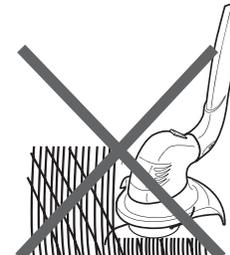

Fig. 12
- > Si l'herbe est très haute, coupez-la en plusieurs couches, du haut vers le bas (fig. 12, 13).